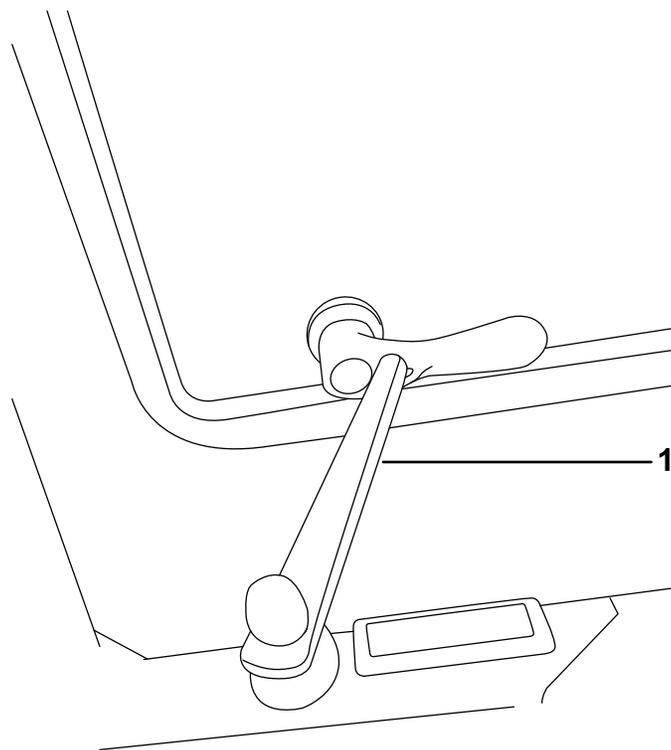

Figura 10
2. Utilize a barra para manter a janela aberta (Figura 10).